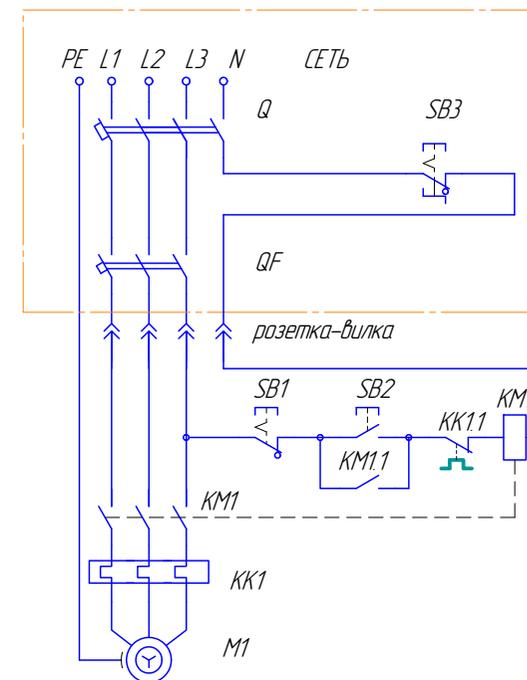

Рис. 4
5.6 Подключение Установок к источнику питания организуется по схеме рис. 4.
6.2.8 Выполнить подключение (рис.4) при этом: